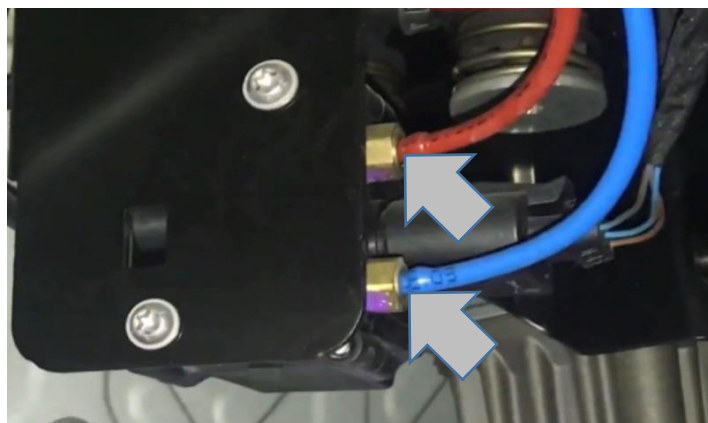

fig.2
5. Lokalisera ventilblocket vid kompressorn. (fig.2) Det har 2 luftslangar anslutna, en röd (normalt till vänster sida) och en blå (normalt till höger sida). Lossa långsamt anslutningarna för att släppa ut trycket i luftfjädern. När trycket är noll lossas anslutningen helt.